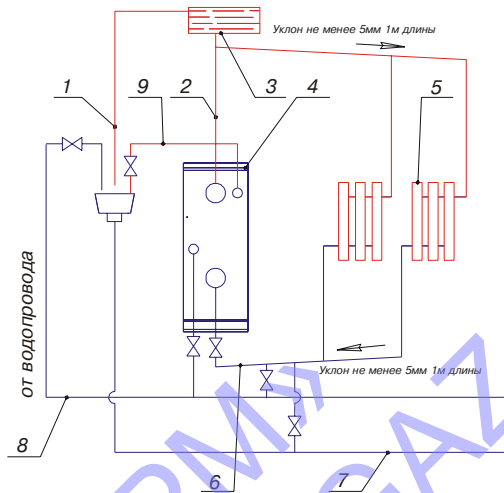
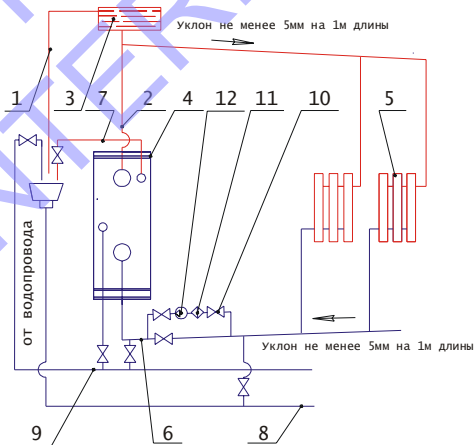
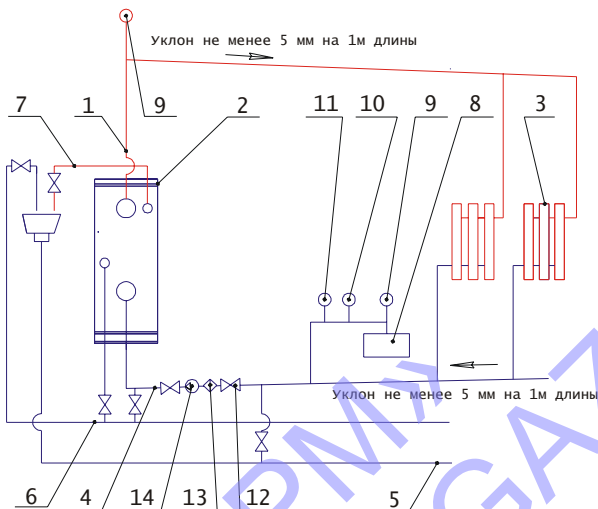

Рис. 5. Примерная открытая схема системы отопления с использованием аппарата на горячее водоснабжение:
Рис. 6. Примерная открытая схема системы отопления с использованием аппарата на горячее водоснабжение с насосом:
Рис. 7. Примерная закрытая схема системы отопления с использованием аппарата на горячее водоснабжение:
При кратковременном расходе горячей воды или расходе до 5,5 л/мин, протекающая через змеевик вода нагревается без нарушения работы отопительной системы (кран трубопровода обратной воды п.6 рис.5 и п.6 рис.6) не перекрывать в отопительный сезон.
-отключить систему отопления, перекрыв трубопровод обратной воды п.6 (рис. 5) п.6 (рис.6);
6.4. Подключить аппарат к системе отопления можно слева и справа, т. к. штуцера расположены на задней стенке. Примерная открытая схема системы отопления изображена на рис.5 и на рис.6 с использованием насоса, примерная закрытая схема системы отопления изображена на рис.7. Для улучшения работы аппарата в закрытой системе необходимо устанавливать циркуляционный насос в систему отопления.
7.1. Для включения аппарата произвести следующие операции: проверить заполнение аппарата и системы отопления водой - это контролируется появлением воды из сигнальной трубы открытой системы (см. рис.5,6), при закрытой системе отопления появлением воды из автоматического клапана выпуска воздуха (рис.7), закрыть кран на водопроводе;